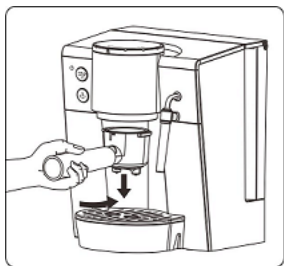
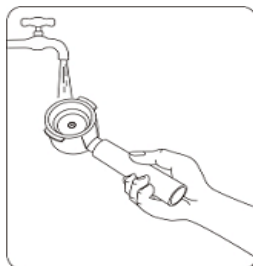

Figure 8
Figure 9
13. Después de terminar la preparación del café, quitar el soporte del filtro girando firmemente de derecha a izquierda (ver Fig. 8), a continuación, limpie el filtro con agua del grifo (véase la Fig. 9).